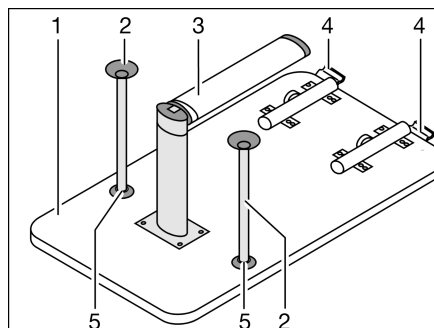

Bild 100 Bettunterbau
- Die Tischplatte (Bild 100,1) vorn ca. 45° anheben.
- Den unteren Teil des Gelenkstützfußes (Bild 100,3) um 90° umklappen. Dazu je nach Modell den unteren Teil des Gelenkstützfußes nach unten ziehen oder den Entriegelungsknopf drücken.
- An der Verriegelung (Bild 100,4) den Entriegelungsknopf drücken.
- Je nach Modell die beiden zusätzlichen Stützfüße (Bild 100,2) in die Aufnahmen (Bild 100,5) an der Unterseite der Tischplatte stecken.